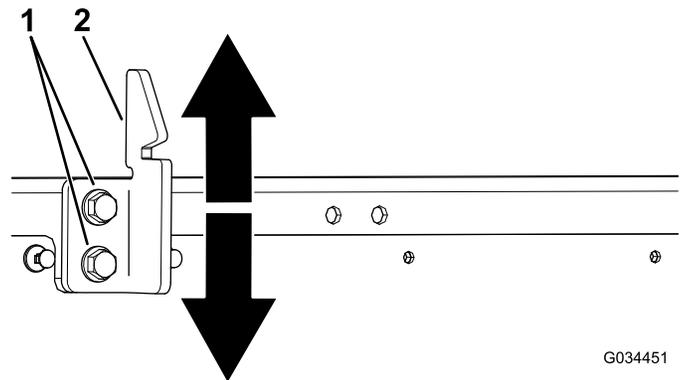

图 56
3. 拧松货斗门锁撞销上的 2 个螺栓并向上或向下取决于撞销过高还是过低移动撞销 图 56。
4. 拧紧货斗门锁撞销上的 2 个螺栓 图 56。